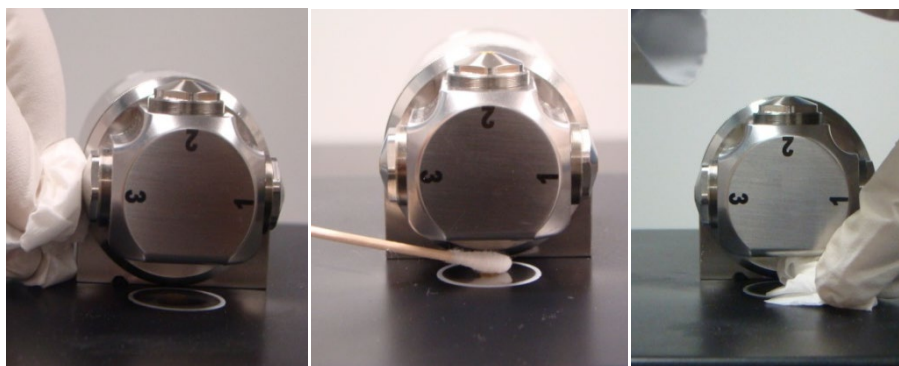

Figura 12. Limpar a janela em Posição 3 e o substrato da amostra
- 3** Certifique-se de que a amostra cubra toda a área de superfície da janela da parte de baixo (veja a Figura 12).